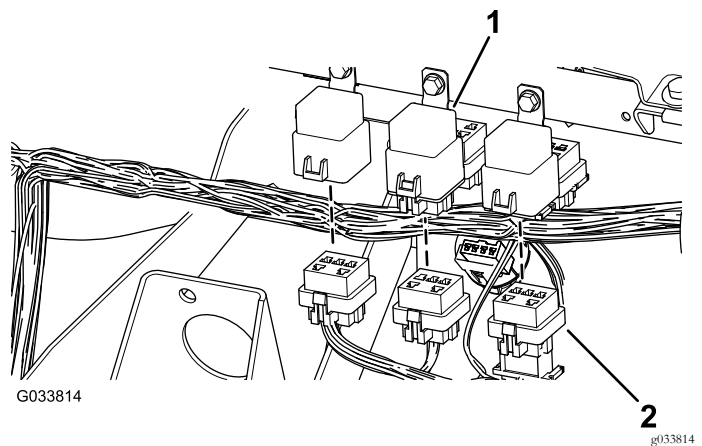

Figura 8
2. Collegate i connettori del cablaggio preassemblato ai 3 relè (Figura 8).